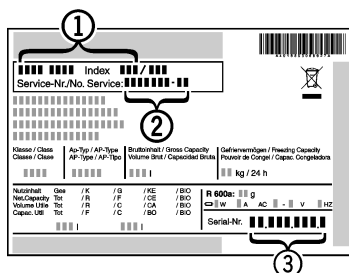

Fig. 6
▶ Označení přístroje Fig. 6 (1), servisní číslo Fig. 6 (2) a sériové číslo Fig. 6 (3) naleznete na typovém štítku. Identifikační typový štítek je umístěn na levé vnitřní stěně přístroje.
▶ Informujte zákaznický servis a sdělte poruchu, označení přístroje Fig. 6 (1), servisní číslo Fig. 6 (2) a sériové číslo Fig. 6 (3).